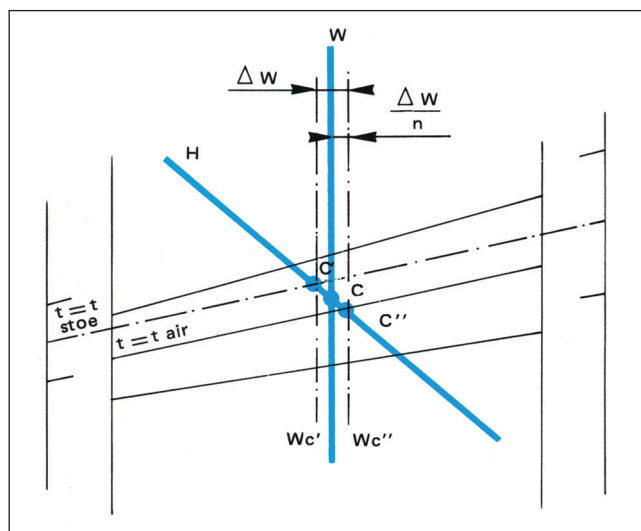

Fig. 7 - Exemple d'utilisation de l'échelle correctrice de composition pour des fumées obtenues par combustion en excès d'air avec  $H$  et  $t$  connus.
c) L'enthalpie  $H$  et la température sèche  $t$  sont connues : on cherche la teneur en eau  $W$  (Figure 7).